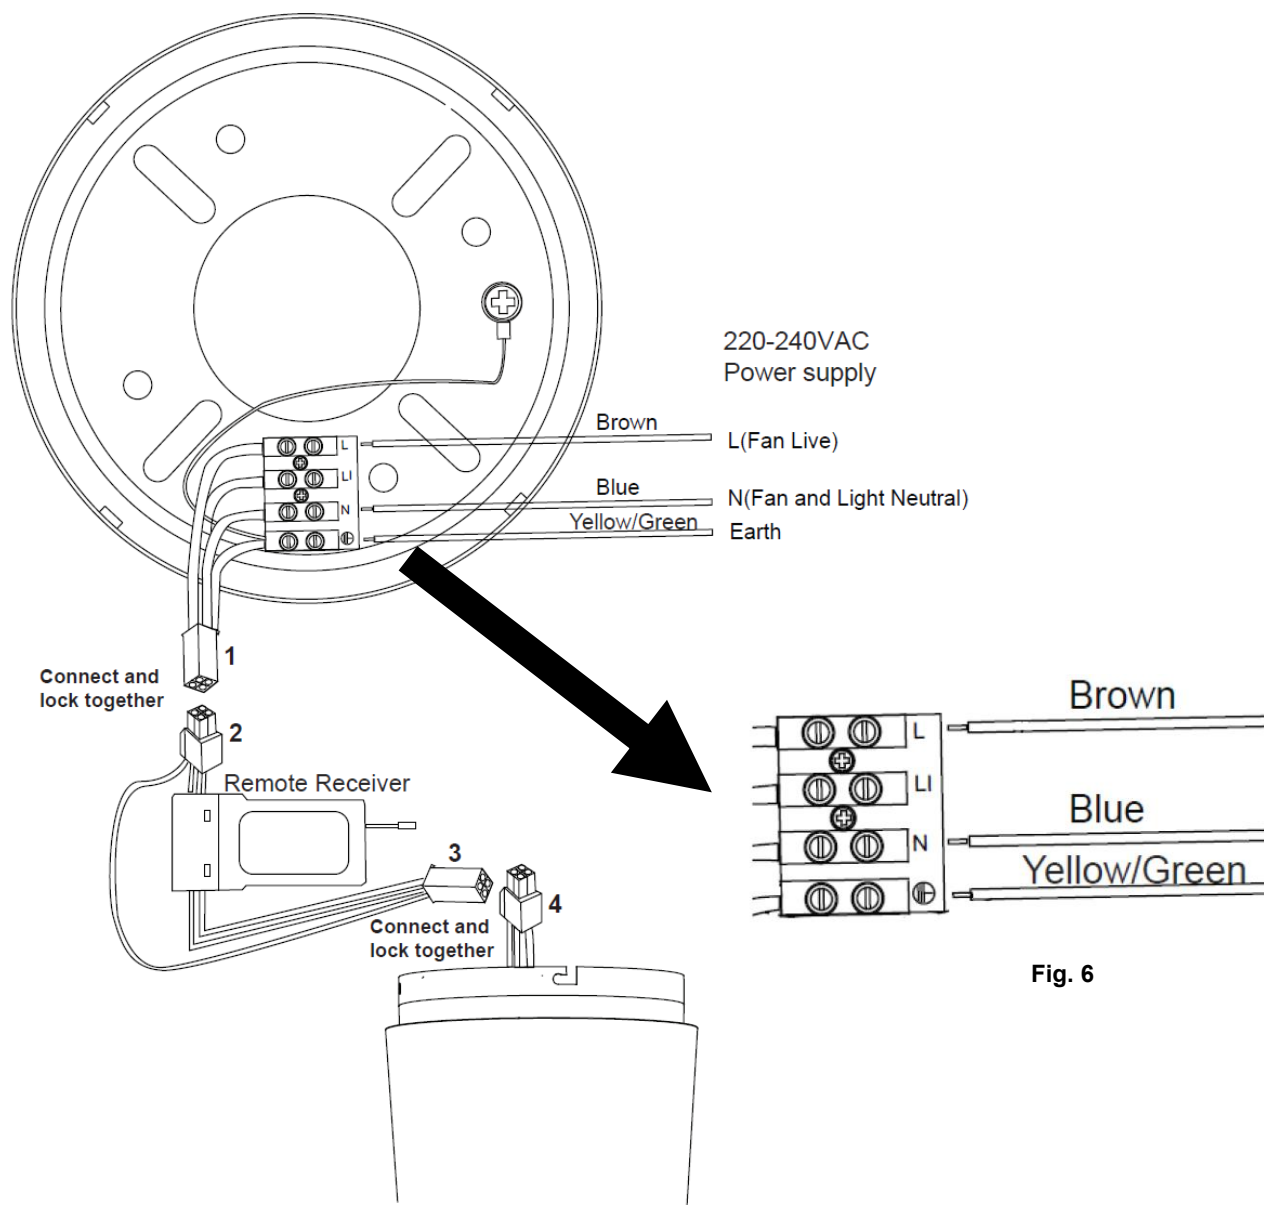

Fig. 6
SCHEMA DI CABLAGGIO PER I MODELLI CON TELECOMANDO (Fig. 6)
- Collegare i cavi di fase (L), neutro (N) e terra alla morsettiera della staffa di supporto come illustrato in Fig. 6.
- Unire il connettore rapido della staffa di supporto (1) a quello del ricevitore del telecomando (2), assicurandosi che siano collegati saldamente.
- Unire il connettore rapido del ricevitore del telecomando (3) a quello del ventilatore (4), assicurandosi che siano collegati saldamente.